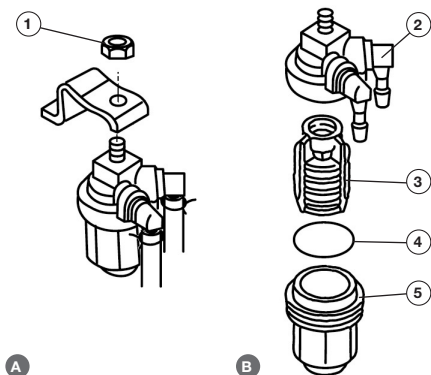

Рис. 53 Обслуживание топливного фильтра
2. Открутите гайку 1 крепления фильтра в сборе (Рис. 53А) и снимите фильтр.
3. Подложите под фильтр кусок ветоши, затем открутите стакан 5 фильтра (Рис. 53В). Если в топливе в стакане фильтра будет обнаружено какое-либо количество воды, внешний топливный бак должен быть проверен и промыт.
4. Извлеките фильтрующий элемент 3 и промойте его чистым бензином. Дайте ему просохнуть. Затем осмотрите фильтрующий элемент 3 и уплотнительное кольцо 4, чтобы убедиться, что они находятся в хорошем состоянии (Рис. 53В). Если потребуется, произведите их замену.
5. Произведите очистку стакана 5 фильтра (Рис. 53В).